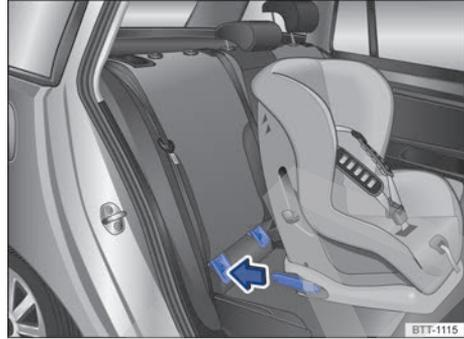

Fig. 27 Representación esquemática: montaje de un asiento para niños ISOFIX con conectores.
- Introduzca los conectores del asiento para niños en los anclajes ISOFIX en el sentido de la flecha → fig. 27. El asiento para niños deberá encastrar de forma segura y audible.